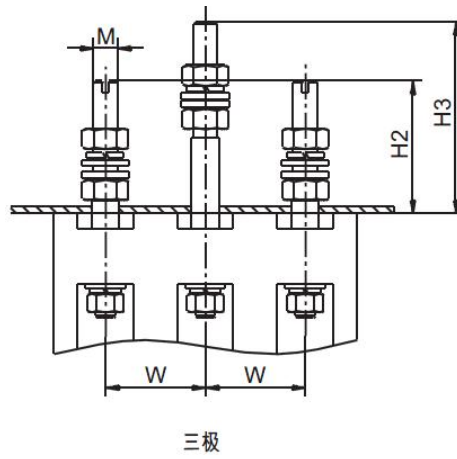

图 22 HYM3L-125、160 板后接线外形及安装尺寸
7.2 断路器板后接线、插入式外形及安装尺寸见图 22、图 23、图 24、图 25 及表 15。